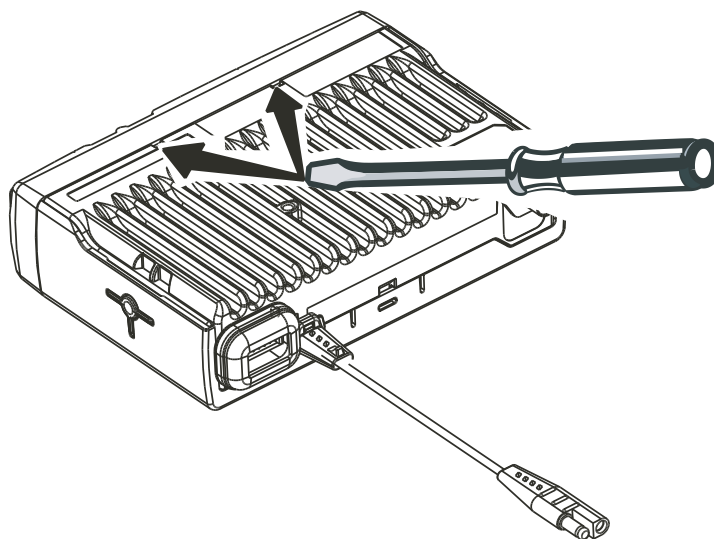

Figura 2-2 Desmontaje de la unidad de control
2. Inserte el destornillador plano (4 mm máximo) en la ranura y empuje hacia arriba el plástico. Haga lo mismo con la segunda ranura para soltar del conjunto del chasis la unidad de control. Ver Figura 2-2.